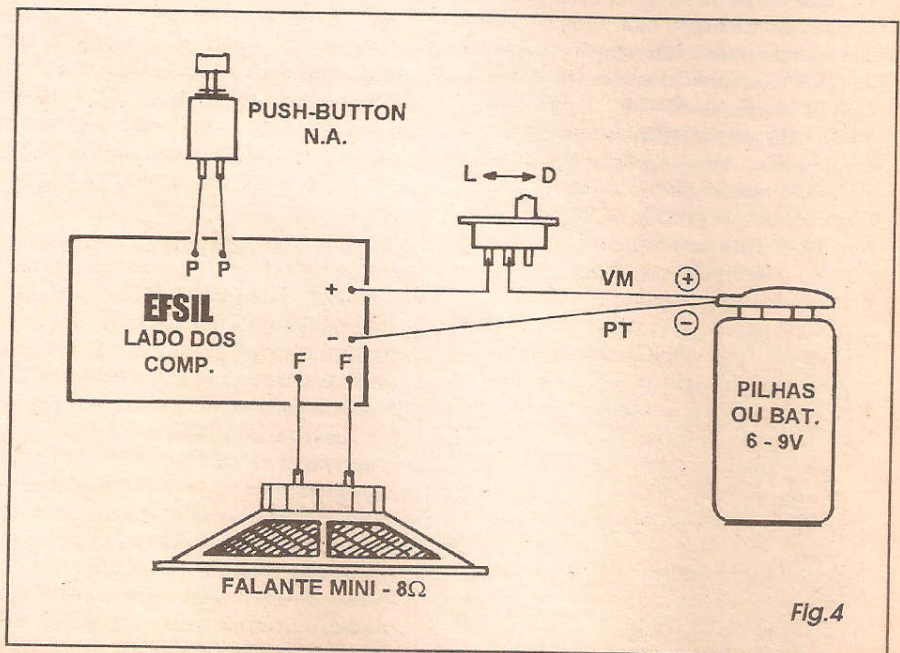

Fig.4
- FIG. 4 - CONEXÕES EXTERNAS À PLACA - Na figura anterior, o leitor/hobbysta notou que *sobraram* alguns pontos sem ligação, embora codificados com letras e símbolos, junto às bordas da placa... Tais pontos destinam-se justamente às conexões periféricas, ligações feitas *da placa pra fora*, agora detalhadas... No diagrama, a plaquinha ainda é vista pela sua face *não cobreada* (só que *desprezando-se* a visão dos componentes que repousam *sobre* a placa, assunto *já resolvido* na figura anterior...). Os terminais do *push-button* são ligados aos pontos P-P, através de pedaços de cabinho isolado... O alto-falante é ligado aos pontos F-F, também através de cabinhos isolados... As pilhas ou bateria devem ter os fios do respectivo suporte ou *clip* ligados aos pontos (+) e (-), sempre lembrando que - por convenção - o **positivo** é representado pelo fio **vermelho**, e o **negativo** pelo fio com isolamento **preto**... O pequeno interruptor geral da alimentação deve ser intercalado eletricamente no cabinho do **positivo (vermelho)**. Como em qualquer outra montagem, convém que toda a cabagem externa à placa seja dimensionada em comprimentos *apenas suficientes* para a desejada instalação... Fios demasiadamente longos, *pendurados* por todo lado, além de *alcaguetar* uma montagem muito *amadora*, podem ser a causa de problemas, no futuro...